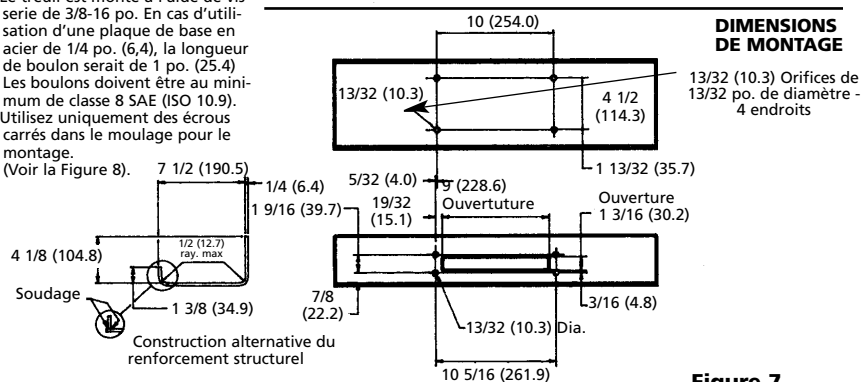

Figure 7
Si vous n'utilisez pas de plaque de montage Superwinch, consultez la Figure 7 pour vous aider à construire un système de montage.
3. Connectez le long fil de couleur noir et le fil de mise à la terre provenant du groupe de solénoïdes au carter du moteur. Montez le treuil sur la plaque de base du kit de montage ou sur la monture que vous avez conçue (voir la Fig. 7).